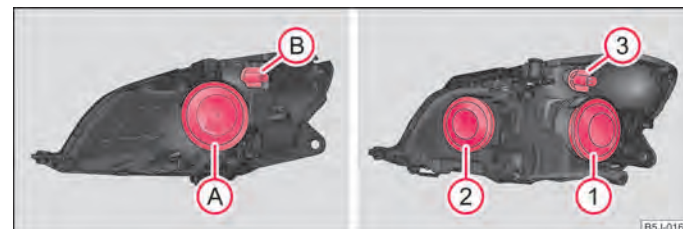

Fig. 152 Posizione di montaggio delle lampadine: Fari alogeni / proiettori alogeni
Posizione delle lampadine nel faro alogeno ⇒ fig. 152 sinistro e nel faro alogeno ⇒ fig. 152 destro.
- Rimuovere la calotta di protezione (A) ⇒ fig. 152.
- Rimuovere la calotta di protezione (1) ⇒ fig. 152 lato destro.
- Rimuovere la calotta di protezione (2) ⇒ fig. 152 - a destra.
- Ruotare verso sinistra il portalamppa (B) ⇒ fig. 152 o il portalamppa (3) ed estrarlo insieme alla lampadina per l'indicatore di direzione.
- Rimuovere la calotta di protezione (A) o (Z) ⇒ fig. 152.